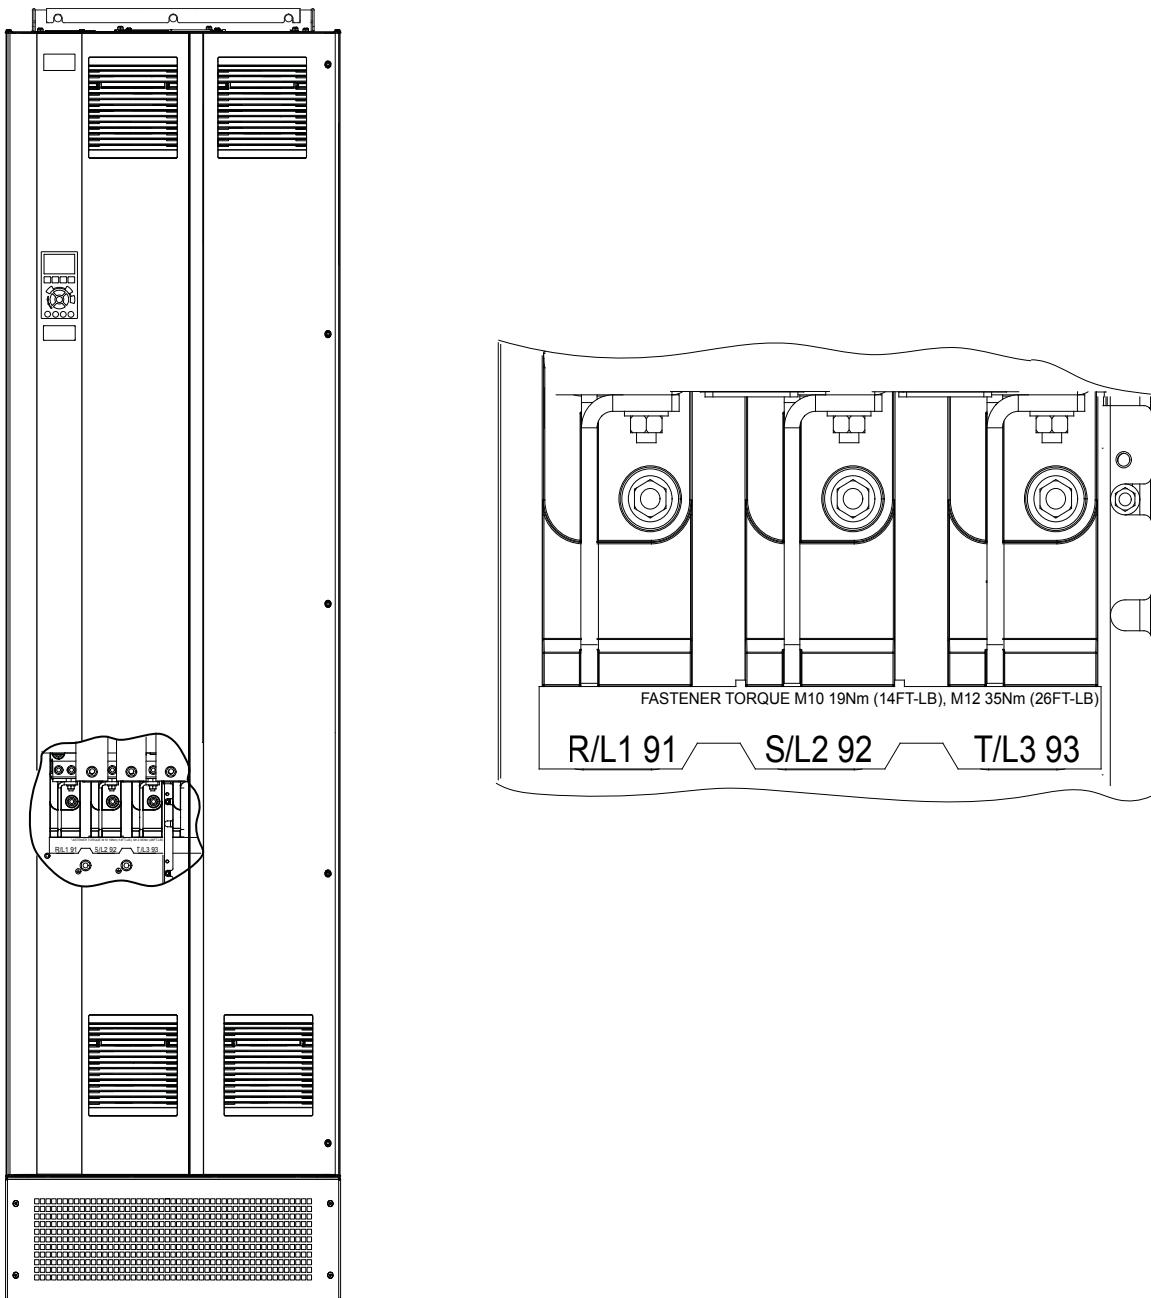

Bild 5.4 Plintar för växelströmsnät (E1h visas). En detaljerad vy över plintarna finns i kapitel 5.7 Plintdimensioner
4. Anslut växelströmsledningarna (trefas) till plint R, S och T (se *Bild 5.4*).